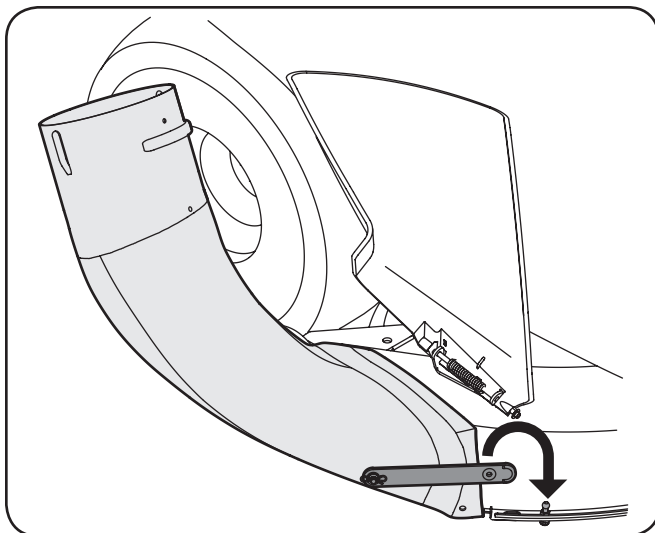

Figure 4-22
12. Fixez le coude de la goulotte de descente à la plate-forme du tracteur en accrochant la courroie de la goulotte de descente sur la goupille de queue à rotule installée plus tôt sur la plate-forme. Consultez la Figure 4-22.